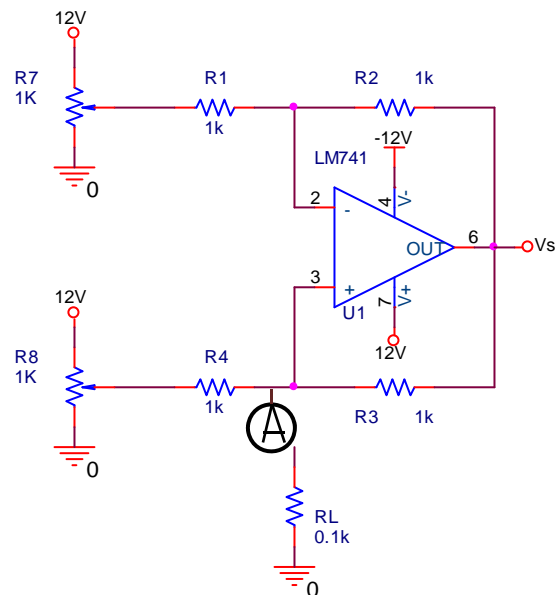

Figura 1
- 1) Arme el convertidor de voltaje a corriente de la Figura 1 polarizándolo como se indica. De preferencia, el amperímetro que se conecte a la carga debe ser digital, de modo que permita hacer lectura de corrientes que circulen en sentido opuesto sin necesidad de desconectarlo e intercambiar sus terminales.